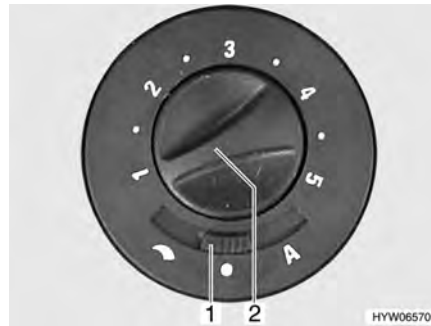

Fig. 118 Interruttore di comando per la ventola di ricircolo dell'aria
- Posizionare l'interruttore a scorrimento (Fig. 118,1) su "☾" (regolazione manuale) o "A" (funzionamento automatico).
- Impostare con la manopola (Fig. 118,2) la prestazione desiderata della ventola di ricircolo dell'aria (regolazione manuale) oppure limitarla (funzionamento automatico).
- Posizionare l'interruttore a scorrimento (Fig. 118,1) su "●" (spento).